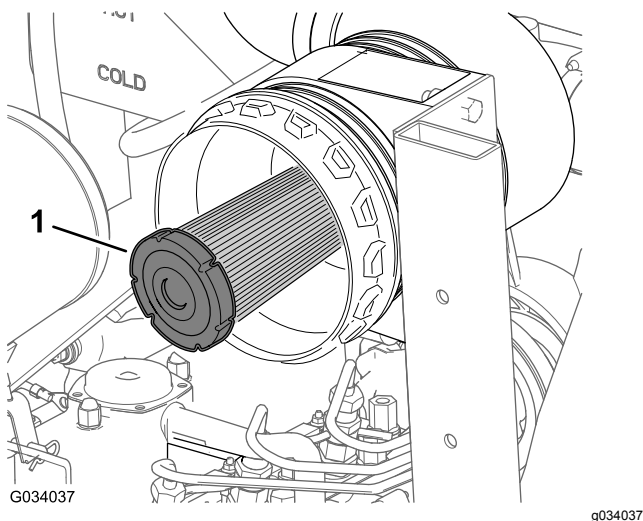

Bild 47
2. Überprüfen Sie den Sicherheitsfilter auf Staub und Schmutz (Bild 47).
Wichtig: Versuchen Sie nie, den Sicherheitsfilter zu reinigen (Bild 47). Tauschen Sie den Sicherheitsfilter bei jeder dritten Wartung des Hauptluftfilters aus.